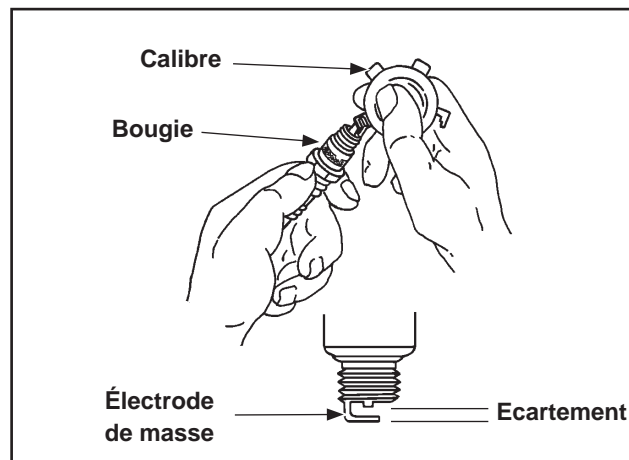

Figure 18. Écartement de la bougie.
- Contrôlez l'écartement à l'aide d'un calibre. Voir la Figure 18.